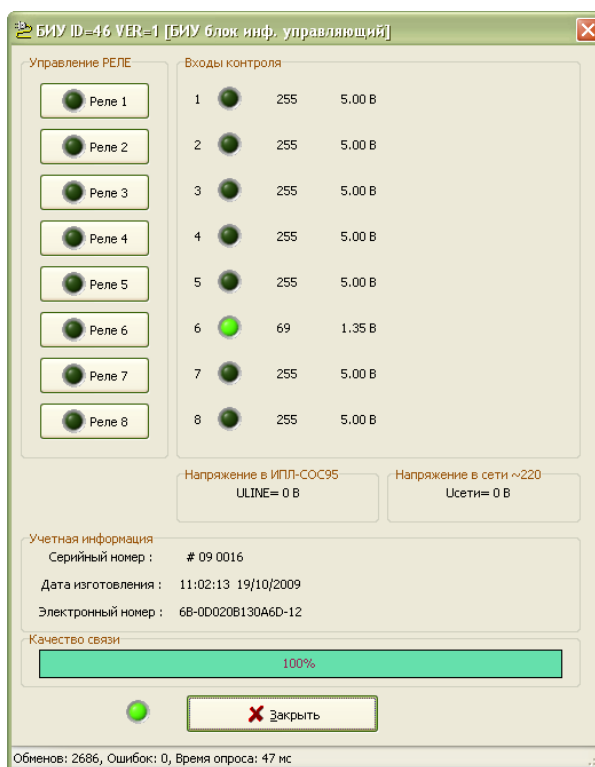

Рисунок 14 - Контроль состояния БИУ-DIN
- 3) Выбрать найденный БИУ-DIN в таблице устройств и нажать кнопку «Тест». Откроется окно с параметрами блока (рисунок 14).